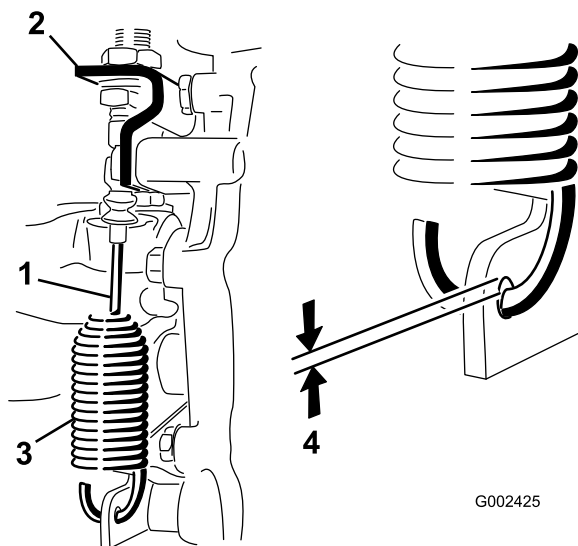

图44
2. 松开将差速锁拉索固定至驱动桥支架的锁紧螺母（图44）。